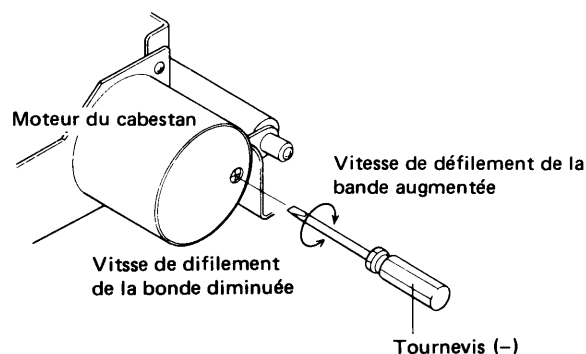

Fig. 12.2 Réglage de la vitesse de défilement de la bande
2. Faire lire la portion de 3kHz de la bande d'essai STD-301. Au commencement de la bande, la fréquence devrait être de 3.000 et 3.010Hz; elle peut être réglée en tournant la résistance variable qui se trouve dans le moteur d'entraînement lequel est équipé d'un trou pour le réglage (voir Fig. 12.2). En tournant vers la droite, la vitesse de défilement est accrue, vers la gauche elle est diminuée.